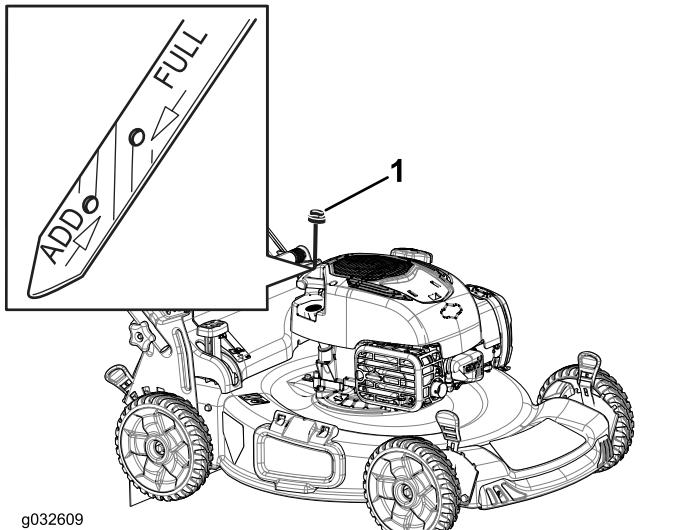

Bild 6
1. Ziehen Sie den Peilstab (Bild 6) heraus.
2. Füllen Sie das Öl langsam in den Einfüllstutzen ein, um den Ölstand auf die Marke Voll am Peilstab anzuheben (Bild 6). **Füllen Sie nicht zu viel ein.**